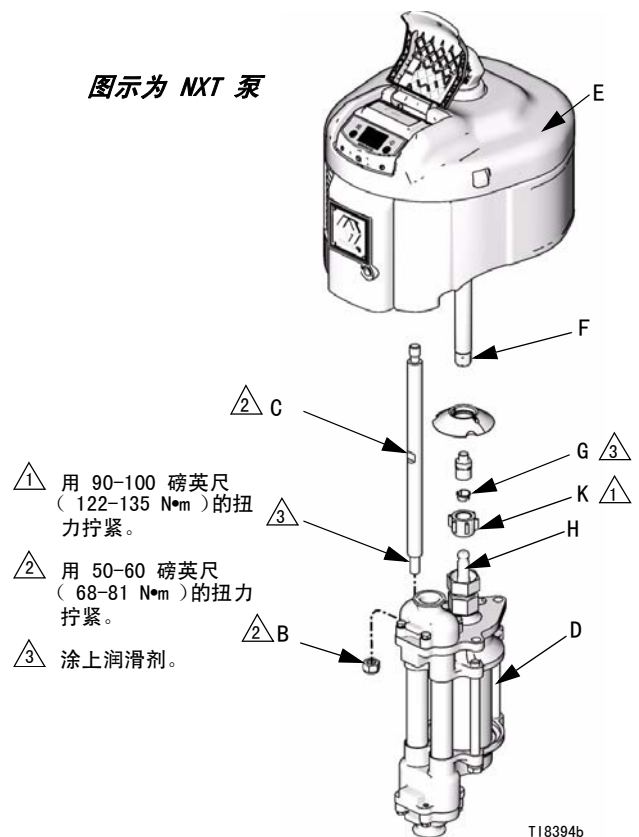
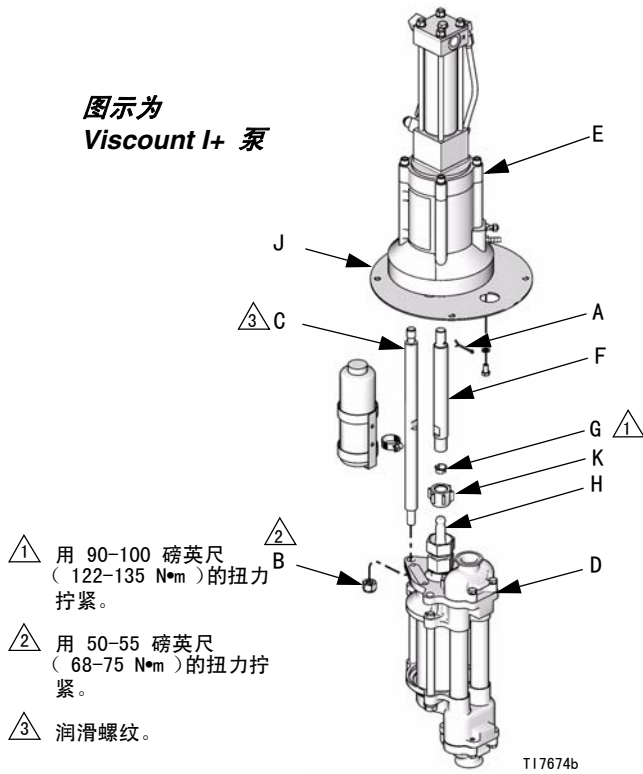

图 5
图 6
3. 拧松连接螺母（K）并拆除连接环（G）。从活塞柱（H）上卸下连接螺母。从拉杆（C）上拧下防松螺母（B）。将下部组件（D）拉出马达（E）。参见图 5 和图 6。
1. 拧松但不要卸下 Viscount I+ 泵上的适配板 ( J ) 与马达 ( E ) 的固定螺钉。参见图 6。对于 Viscount II 泵，用 50-55 磅英尺 ( 68-75 N•m ) 的扭力，将螺钉 ( N ) 拧入马达 ( E ) 中。